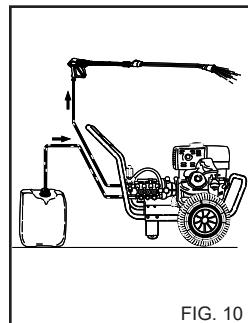

FIG. 10
1) Efter anvendelse med rengøringsmiddel skal opsugningskredsen (fig. 10) skyldes. Sæt rengøringsmiddelopsugningsrøret i en dunk med rent vand, og sæt pumpen i drift i 1 minut, mens doseringshansen er helt åben, og dyserøret befinner sig i fasen for rengøringsmiddeludstrømning.
4) Efter anvendelse med rengøringsmiddel skal opsugningskredsen skylles, rengøringsmiddelopsugningsrøret (fig. 10) sættes i en dunk med rent vand og pumpen sættes i drift i 1 minut, mens dyserøret befinner sig i fasen rengøringsmideludstrømning.